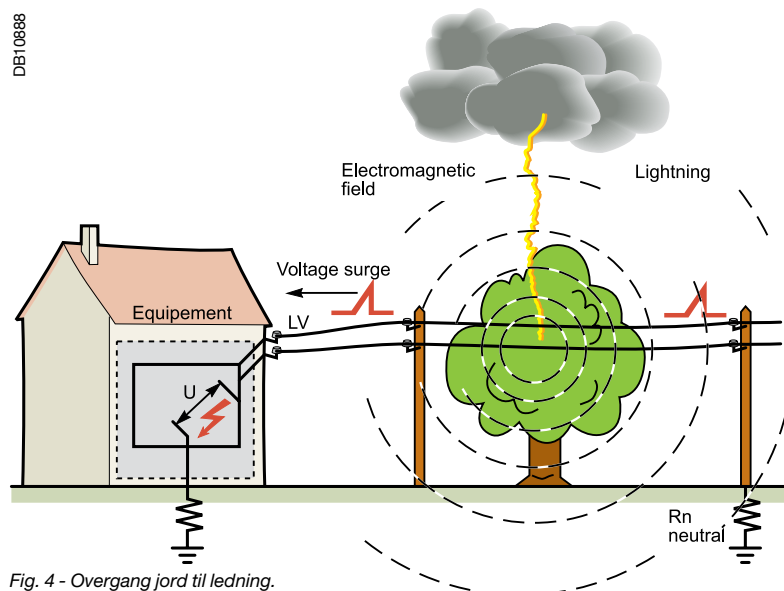

Fig. 4 - Overgang jord til ledning.
- Overgang fra jord til ledninger: det elektromagnetiske felt overkobler til alle ledninger i nærheden af og genererer common og/eller differential mode transienter. Disse transienter bliver derefter ført videre i ledningerne (fig. 4).